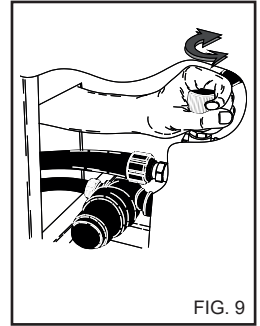

FIG. 9
Tryckregulatorn, fig. 9, gör att arbetstrycket kan ställas in. Vrid knappen C moturs (B) (lågsta) för att minska arbetstrycket.